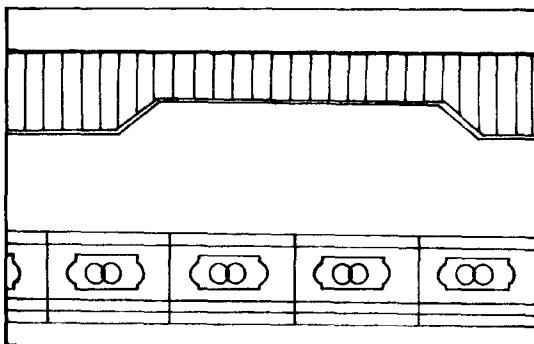
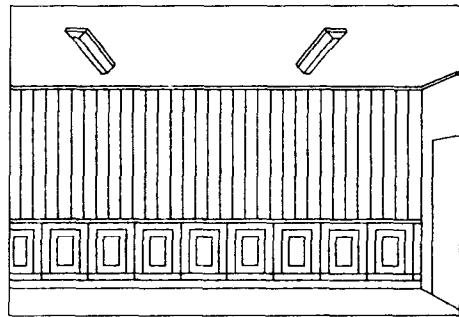

图 1-23 卧室墙板装饰效果
图 1-24 立式墙板装饰效果
(3) 自助式护墙板的装饰效果 以上只是其安装的基本方法,具体镶嵌标准,可凭用户的要求或施工者的巧妙发挥,定能营造出更完美的空间,如图 1-23 与图 1-24 所示。